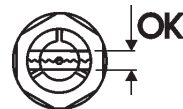

Bild 5:
- Füllen Sie das Öl mit der Spritze langsam ein. Es dauert 5 bis 10 Minuten, bis das Öl in beiden Ölkammern das gleiche Niveau erreicht. Die Ölmenge ist korrekt, wenn sich der Ölstand in der Mitte des Ölschauglases befindet (Bild 5). Die erforderliche Ölmenge ist abhängig von der Einbaulage, Richtwerte siehe Tabelle 3 und 4.